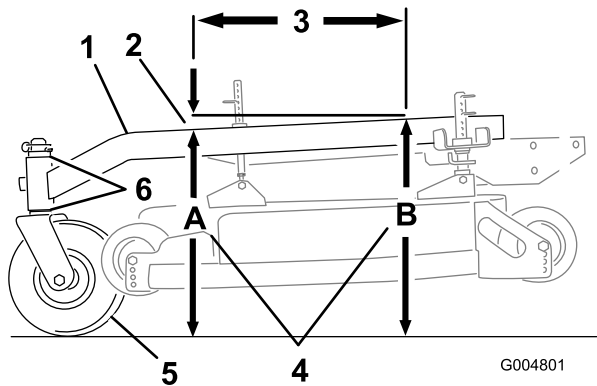

Figura 62
El bastidor de tiro debe tener una inclinación longitudinal de entre 3 mm (1/8 pulg.) y 9 mm (3/8 pulg.) a lo largo de 61 cm (24 pulg.) (Figura 62).
1. Mida 61 cm (24 pulg.) en el bastidor de tiro (Figura 62).
2. Mida la altura del bastidor de tiro en la posición A (Figura 62).
3. Mida la altura del bastidor de tiro en la posición B (Figura 62).
4. La altura en la posición A debe ser de 6-10 mm (1/4-3/8 pulg) menor que la de la posición B (Figura 62).
5. Si la inclinación del bastidor de tiro no es la correcta, mueva los espaciadores de las ruedas giratorias para obtener una inclinación de 6-10 mm (1/4-3/8 pulg) (Figura 62). Mueva espaciadores desde arriba o desde abajo para obtener la inclinación correcta.